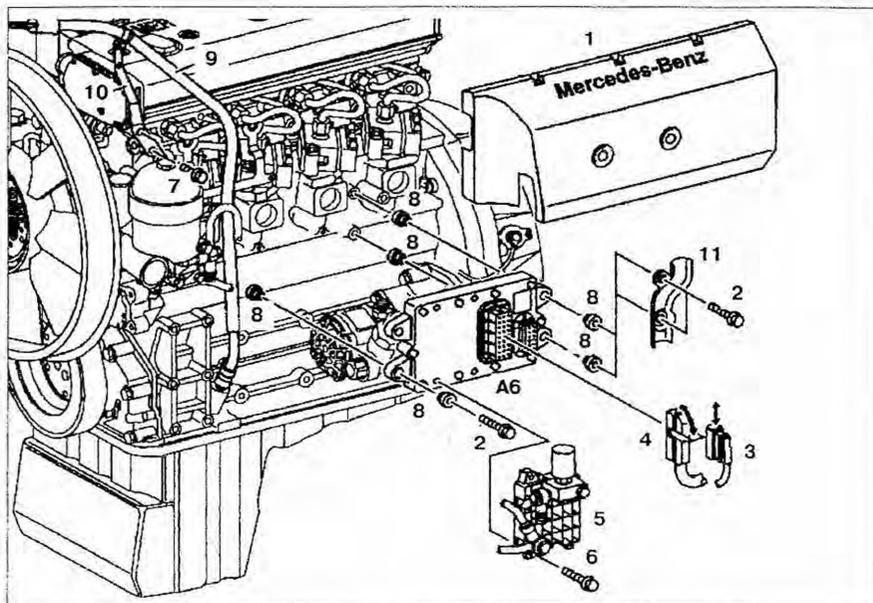

Рис. 3.33. Блок управления двигателем:
3. Снимите кожух 1 двигателя (рис. 3.33).